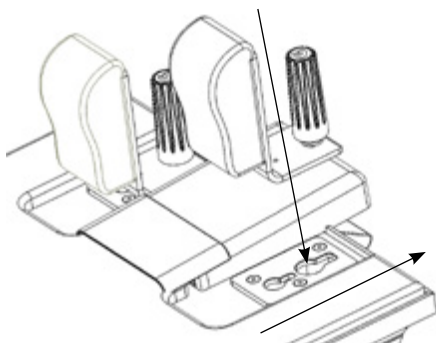

Fig. 1
1. Nella parte inferiore delle staffe del poggiaspalle si trovano dei pioli sporgenti. Questi s'inseriscono nella piastra per fissare il poggiaspalle. Abbassare il poggiaspalle, in modo tale che i pioli entrino nelle asole di sollevamento presenti sulla piastra del carrello. Far scorrere il poggiaspalle nella direzione opposta rispetto all'imbottitura del carrello finché non si ferma (Fig. 1).